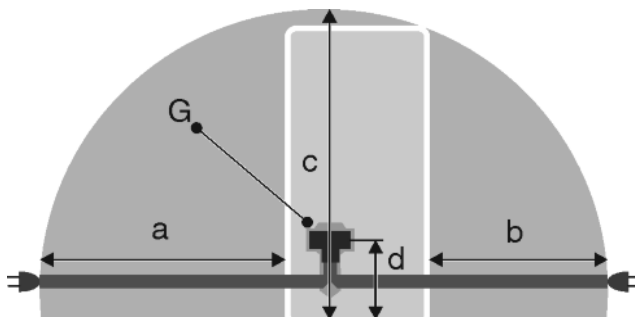

Fig. 25
- Gniazdo znajduje się poza tylną częścią urządzenia w podanym obszarze Fig. 25 (a, b, c).
- ▶ Wtyczkę urządzenia Fig. 25 (G) podłączyć z tyłu urządzenia. Zwrócić uwagę na prawidłowe zazębienie.